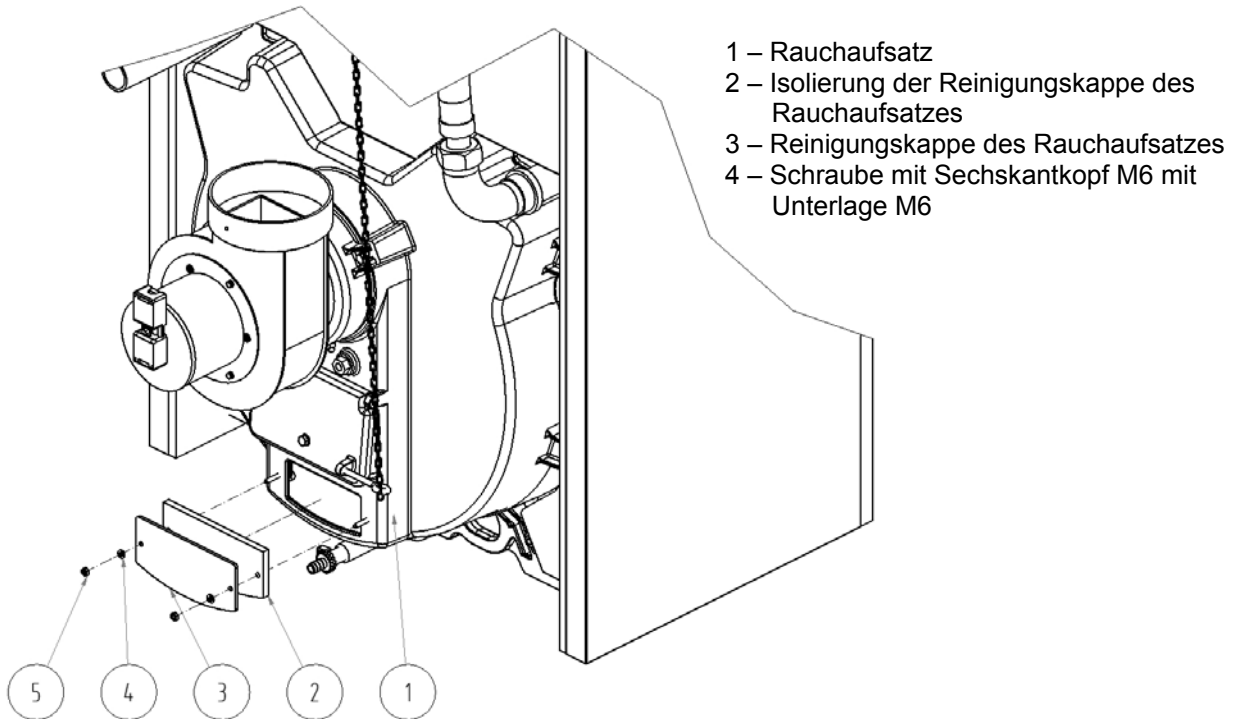

Bild Nr. 20 Reinigung des Rauchaufsatzes
4. Reinigung des Rauchaufsatzes lt. Bild Nr. 20.